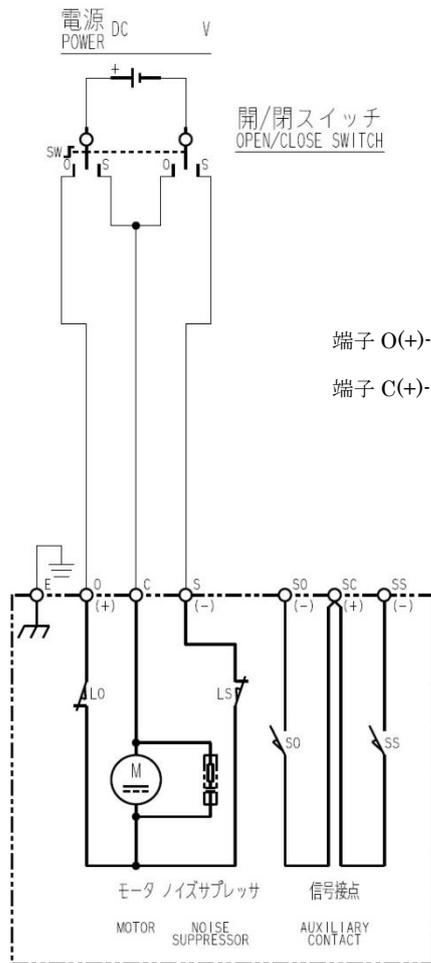

図 6 : B形内部接続図
- (1) 端子箱カバーを取り外します。端子箱と端子箱カバーの間にはパッキンが入っていますので、紛失したり傷を付けないように注意してください。
- (2) ケーブルをケーブルグラウンドに通しケーブル先端に圧着端子を取付けます。圧着端子のかしめは適正工具で確実に行ってください。
- (3) 図6、7に制御動作B及びCの標準接続図を示します。制御動作C EやC X、その他特殊仕様の場合、本図通りでは無いことがありますので、接続図や仕様書で確認してください。
- (4) 端子台への接続は、プラスドライバーの2番を使用し確実に行ってください。
- (5) 配線終了後、パッキンの挟み込みに注意して端子箱カバーを取付けてください。